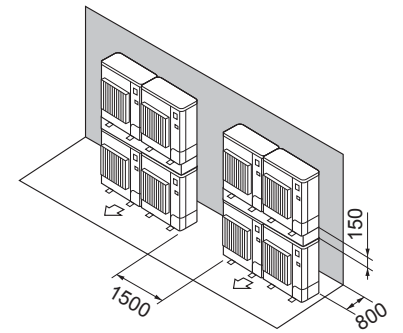

Fig. 2-14
⑦ İstifli ünite düzeni (Fig. 2-14)